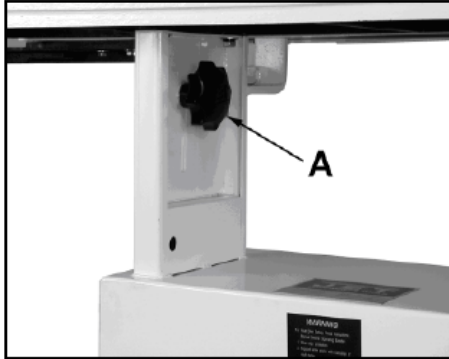

Рис. 14
Ослабьте рукоятки (A) (Рис. 14) и поднимите стол на необходимую высоту.